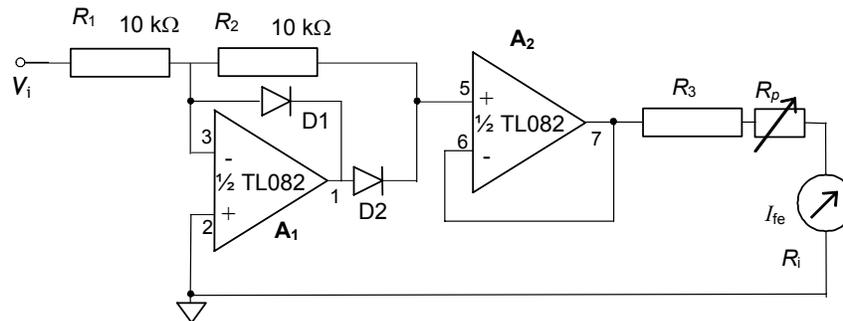

Fig.1: Detetor de valor médio de meia onda.
1. Dimensione o valor da resistência R_3 e do potenciómetro R_p do circuito da fig.1 de modo a que o circuito funcione como voltímetro AC de valor de fim de escala 5 V (ef) para tensões sinusoidais. O microamperímetro tem uma corrente de fim de escala $I_{fe}=100 \mu A$, e uma resistência interna R_i que é de 1,7 kΩ ou 3,8 kΩ, conforme os modelos. Os valores de R_3 e de R_p deverão ser tais que seja possível usar o circuito com qualquer dos modelos de microamperímetro.